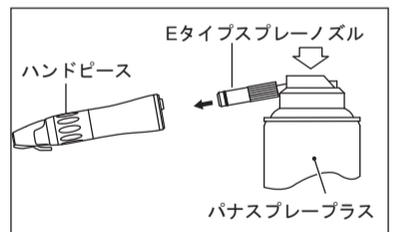

図7
- 3) スプレーノズルをハンドピース後部へ押し込み、ハンドピースを押さえて、ハンドピース先端よりオイルが出るまで2~3秒スプレーします。注油は先端から異物等の汚れが出なくなるまで繰り返し行います(図7)。